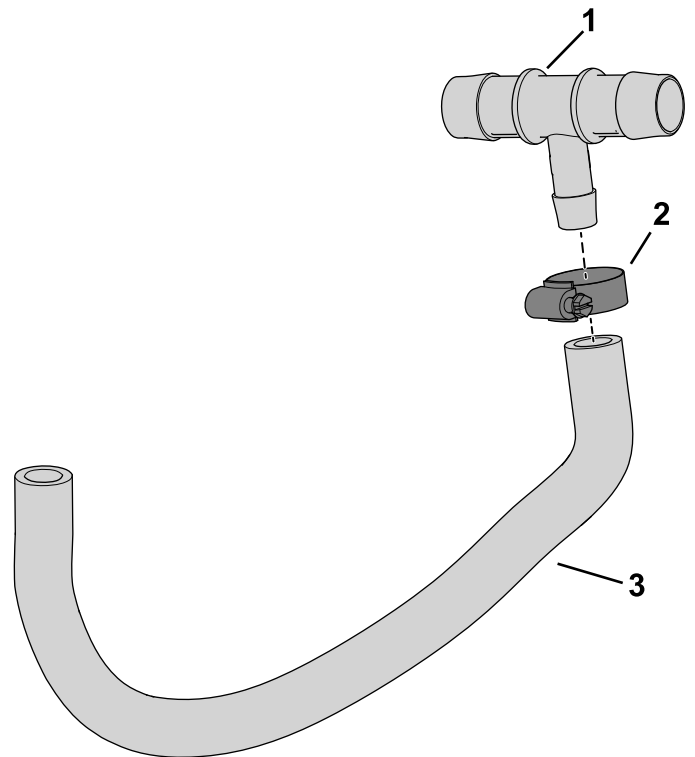

Bild 12
1. Schieben Sie die Schlauchklemme auf den Schlauch (Bild 12).
2. Stecken Sie das gezahnte Ende des T-Anschlussstücks in den Schlauch und befestigen es mit der Schlauchklemme, wie in Bild 12 abgebildet.